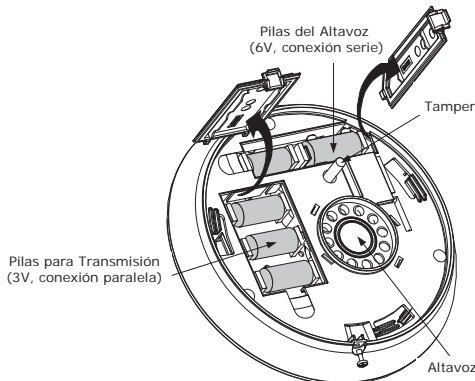

Fig. 3
5. Inserte las pilas suministradas en sus compartimentos (altavoz y transmisión) prestando atención a la polaridad (Fig. 3).
4. Inserte dos pilas para el altavoz en su compartimento correspondiente (Fig. 3).
Alimentación	5 x CR123, 3V Batería de Litio (3 pilas para el transceptor radio, 2 pilas para el altavoz: ver Fig.3 en la página 4)